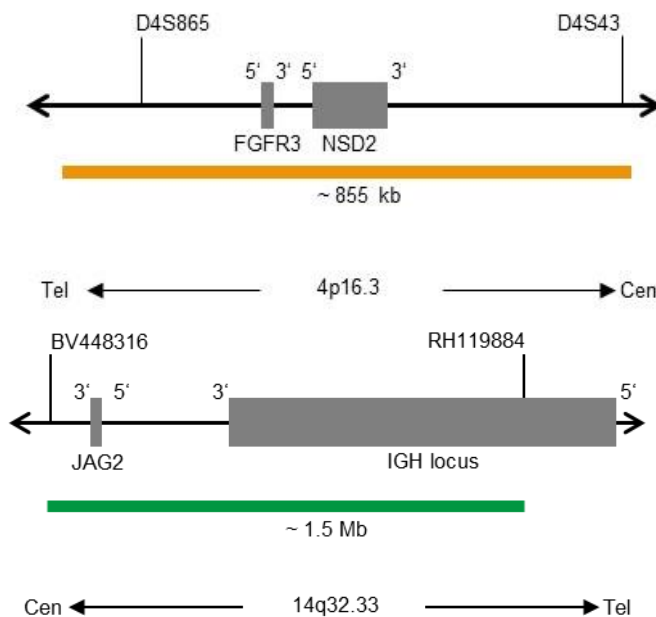

Abb. 1: Oben: SPEC FGFR3 Sondenlokalisierung; Unten: SPEC IGH Sondenlokalisierung (nicht maßstabsgetreu)
- ZyOrange (Anregung 547 nm/Emission 572 nm) markierten Polynukleotiden (~6 ng/μl), die gegen Sequenzen in 4p16.3* (chr4:1,496,938-2,351,657) gerichtet sind, welche die FGFR3-Genregion enthalten (siehe Abb. 1).
- ZyGreen (Anregung 503 nm/Emission 528 nm) markierten Polynukleotiden (~12,0 ng/μl), die gegen Sequenzen in 14q32.33* (chr14:105,462,169-106,995,000) gerichtet sind, welche den IGH-Locus enthalten (siehe Abb. 1).